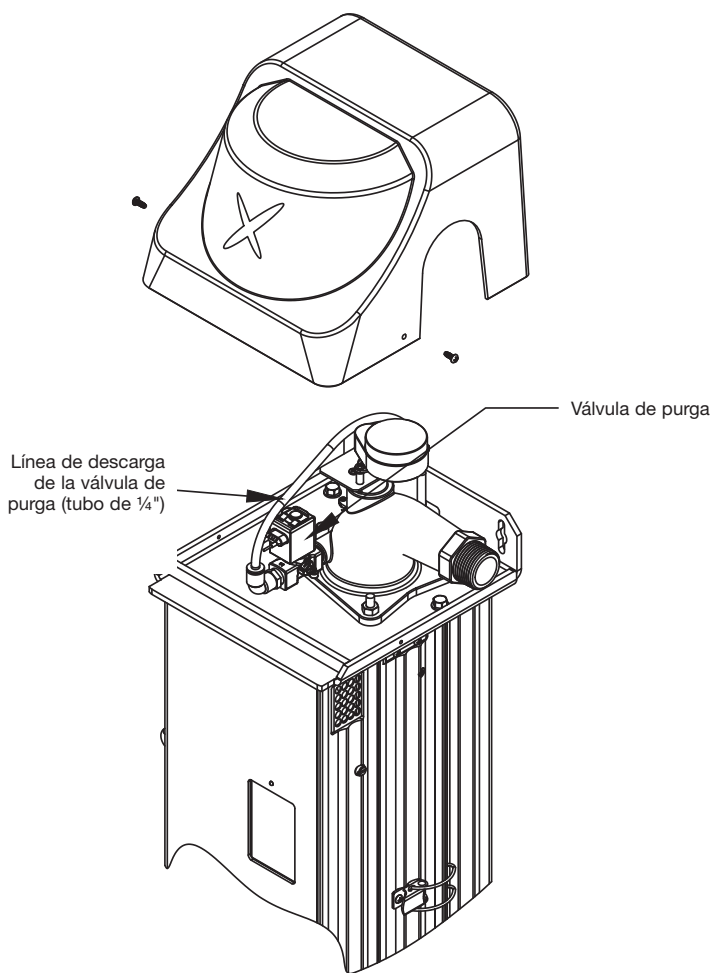

Figura 4-3
3. Conecte la válvula de purga a un drenaje utilizando el tubo proporcionado; consulte la Figura 4.3. Tenga en cuenta que se requiere un espacio de aire de dos diámetros de tubería o 25 mm (1 pulg.), lo que sea mayor, entre la tubería y el drenaje; siga las regulaciones locales de plomería. El tubo se puede colocar en la parte posterior de la unidad. El tubo debe fijarse a la pared o al piso para evitar que se mueva durante el ciclo de purga. **Durante el arranque de la unidad, pruebe la válvula de purga para confirmar que las conexiones no tengan fugas y que el agua se descargue para drenar.**